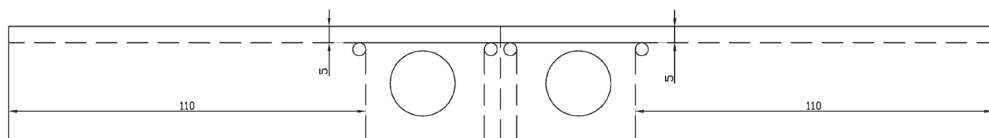

Fig. 6
6) Lavorazione da eseguirsi sull'ala da 35 mm. Effettuare i tagli lungo le linee tratteggiate. Prima i 4 trasversali e i 2 longitudinali che terminano nei fori da 4 mm, infine quello trasversale che dividerà i due chiodi (Fig.6).